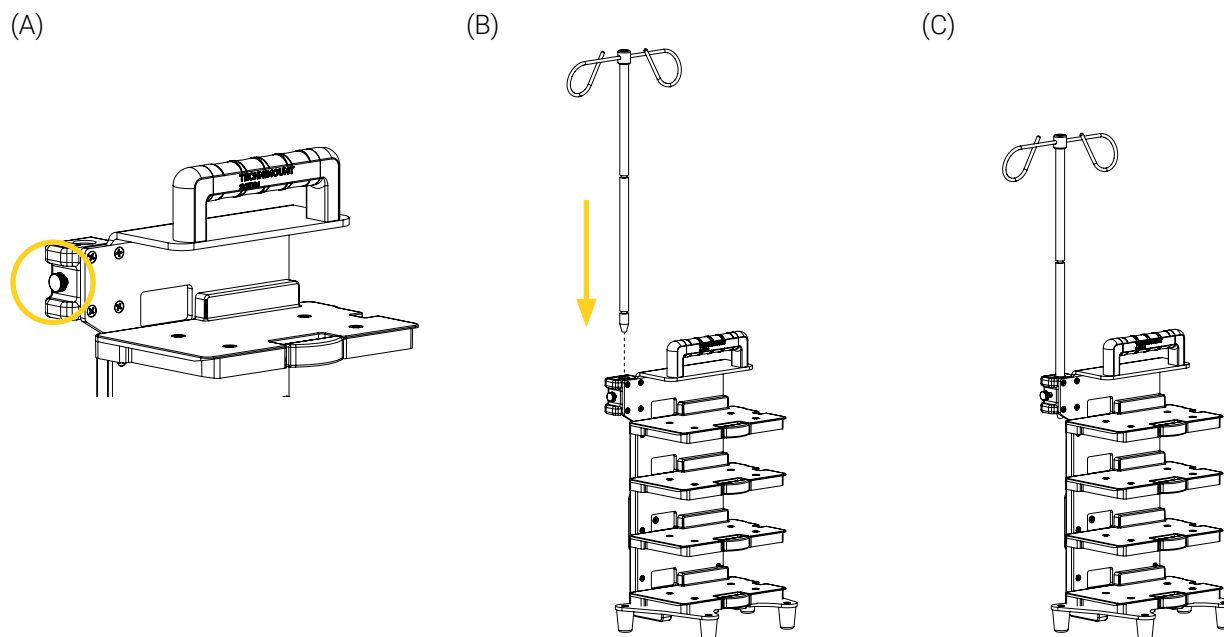

Figure 15: Installation de la tige à soluté
2. Tirer et maintenir le bouton à déclenchement rapide du support de la tige à soluté (Figure 15 A), puis aligner et insérer avec prudence la tige à soluté dans le support (Figure 15 B).
3. Descendre la tige à soluté jusqu'à ce qu'elle atteigne la rainure inférieure de la tige (Figure 15 C). Consulter les « Pièces illustrées » à la page 15 au besoin.